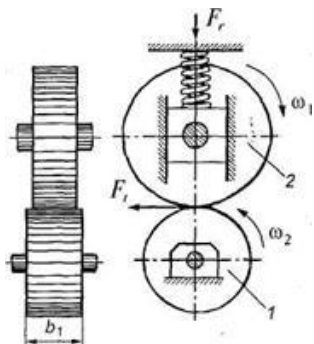

Рис.1 Цилиндрическая фрикционная передача
- цилиндрические или конусные с параллельными осями (рис.1,2);